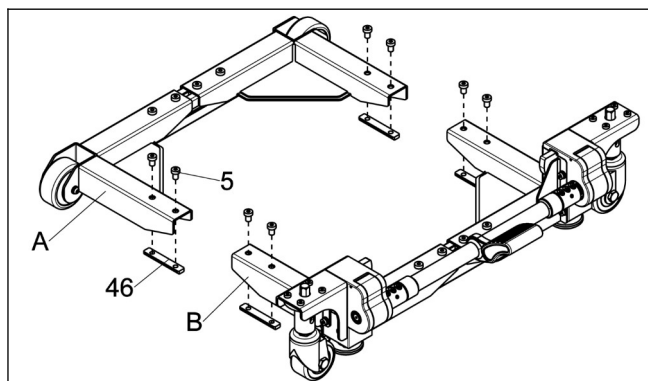

图 7
c. 将步骤 a 拆下的紧固件 “5” 和锁紧块 “46” 预锁到后角架组件 “A” 和前角架组件 “C” 上。（见图 7）